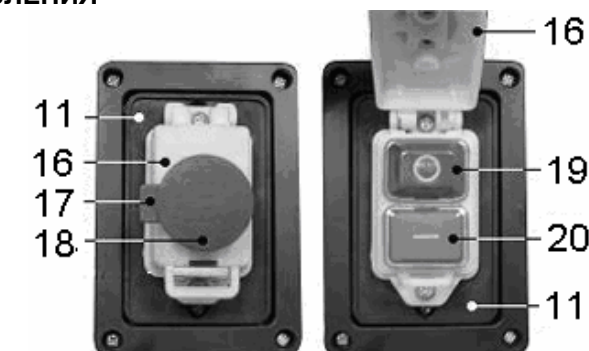

Рис.11
9.1 Действие магнитного пускателя, Рис. 11
ВНИМАНИЕ: Перед включением вилки шнура питания пылесоса в розетку электросети всегда нужно удостовериться, что магнитный пускатель (11), Рис.11, находится в исправном состоянии.